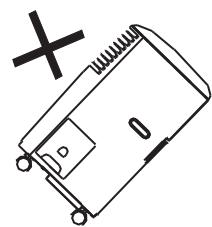

fig. 1
- Posizionare l'apparecchio sempre su una superficie solida e stabile (fig. 1).